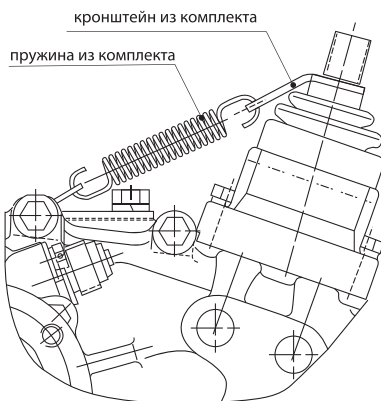

Рис. 18
6. Произведите сборку механизма РК в соответствии с **Рис. 18**.